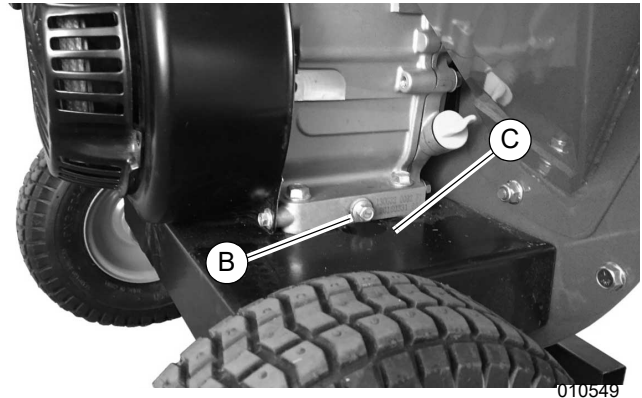

Figure 4-2. Orifice et bouchon de vidange d'huile moteur (côté droit)
4. Voir Figure 4-2. Retirer le bouchon de vidange (B) à l'aide d'une clé de 10 mm et laisser l'huile usagée s'écouler par l'orifice de vidange (C) dans un récipient à rebut.